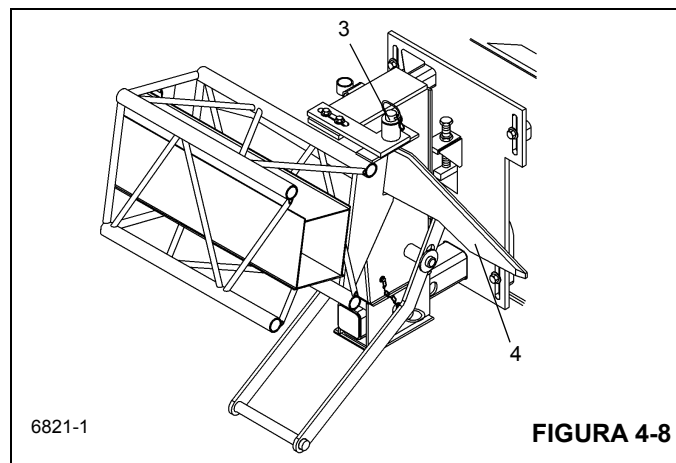
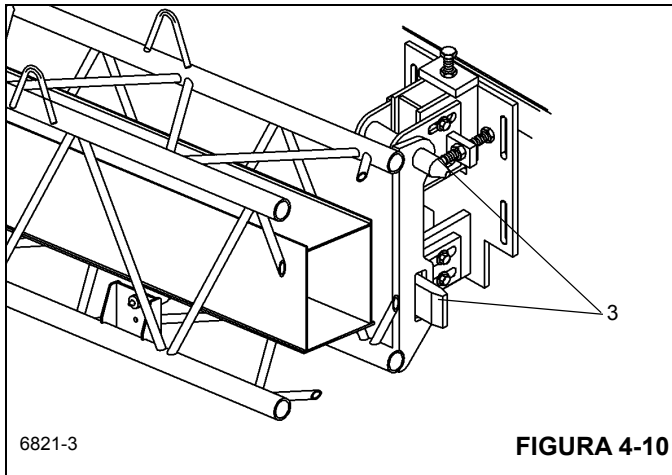

FIGURA 4-8
FIGURA 4-10
5. Saque el pasador de retención del pasador de enganche (3) que fija la extensión de pluma a la escuadra de almacenamiento trasera. Saque el pasador de enganche para destrabar la extensión de pluma de la pluma. (Figura 4-8)
7. Eleve la pluma a la posición horizontal y extienda la pluma aproximadamente de 51 a 64 cm (20 a 25 pulg). Verifique que las orejetas de almacenamiento de la extensión de pluma pasen libremente de los pasadores guía (Figura 4-10) (3) y de la rampa (Figura 4-8) (4) en las escuadras de almacenamiento delantera y trasera.
8. Extienda la pluma aproximadamente 51 a 64 cm (20 a 25 pulg). Verifique que las orejetas de almacenamiento de la extensión de la pluma queden alineadas delante de los pasadores guía (3) (Figura 4-10) y de la rampa (4) (Figura 4-8) de las escuadras de almacenamiento cuando la extensión se coloca a un costado de la pluma.
9. Asegúrese que el pasador de enganche (3) (Figura 4-8) y el pasador de pinza hayan sido retirados de la escuadra de almacenamiento trasera.
14. Alinee las orejetas de almacenamiento de la extensión de la pluma con los pasadores guía y la rampa de las escuadras de almacenamiento (Figura 4-8) y (Figura 4-10) y retraiga la pluma completamente.
15. Instale el pasador de enganche (2) (Figura 4-8) y el pasador de pinza que fijan la extensión de pluma a la escuadra de almacenamiento trasera.